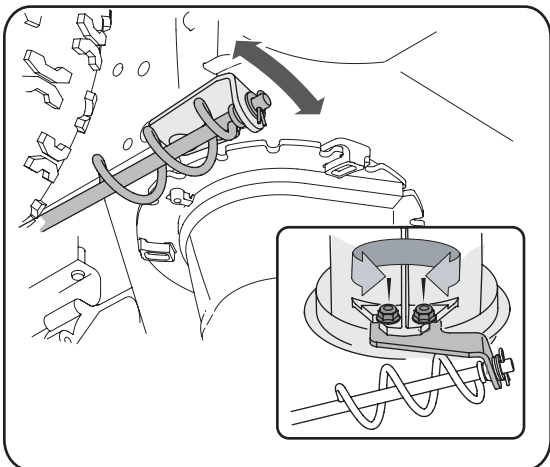

Figure 5-5
- Débranchez la manivelle de la goulotte à la goulotte en retirant la goupille fendue et la rondelle plate. Voir la Figure 5-5.
1. Desserrez les deux écrous qui maintiennent le support de la goulotte et ajustez légèrement la position de celui-ci. Voir la Figure 5-5.